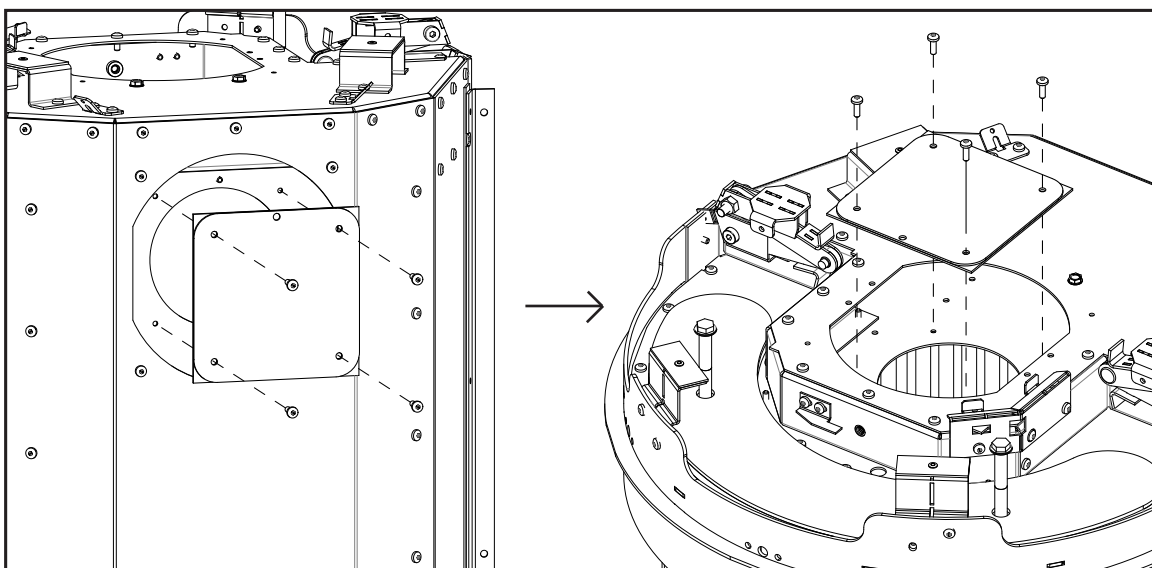

Figure 70: Retrait et fixation de la plaque de blocage intérieure
9. Retirez les plaques de blocage extérieures et intérieures de l'arrière de l'unité et fixez-les sur le dessus de l'unité à l'endroit où le robinet d'échappement et le collier de ventilation ont été fixés (voir la Figure 70).